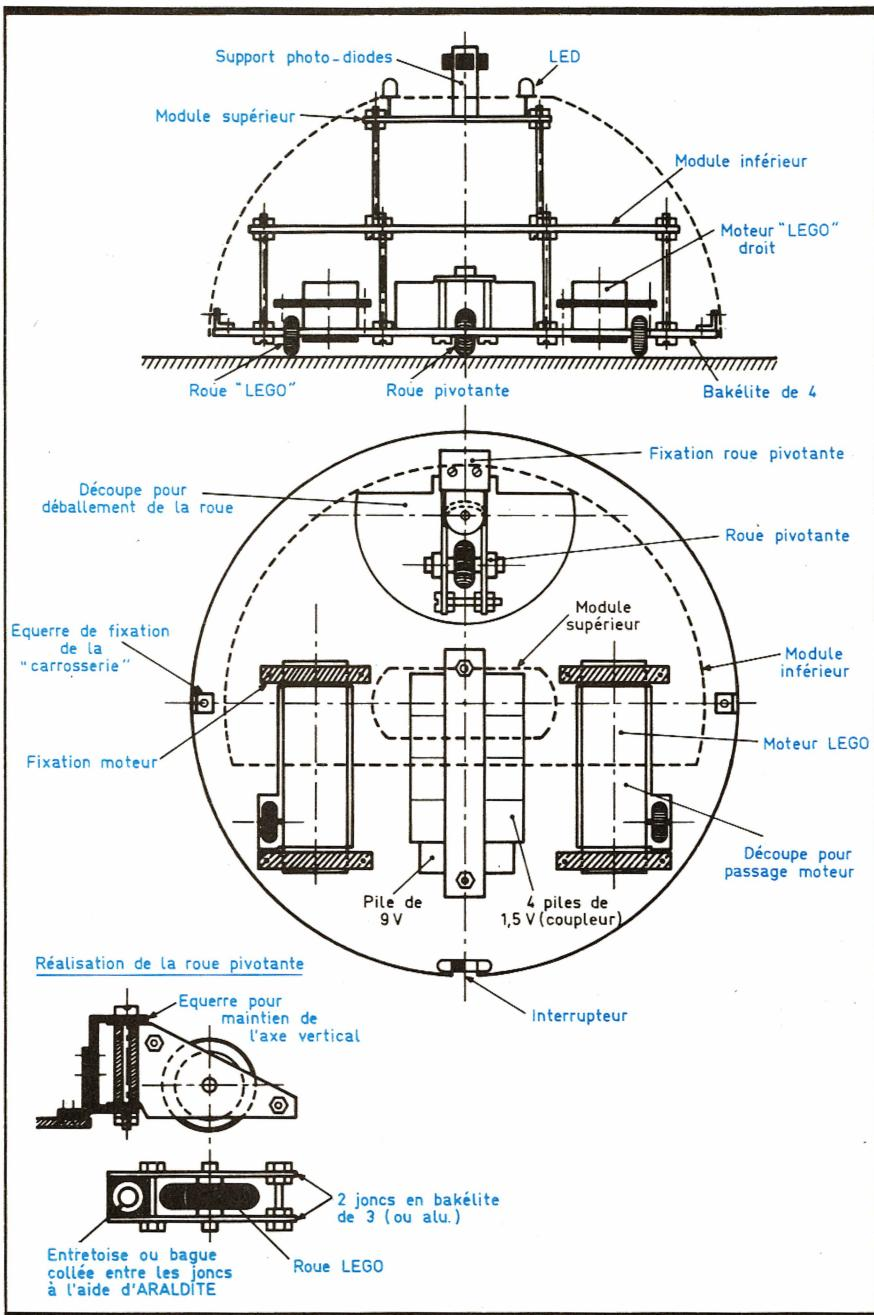

Fig.11 Schéma général de montage du véhicule.
d) **Montage du récepteur mobile (fig. 11)**
vant un axe vertical, a également été réalisée à partir d'une roue Lego suivant les indications de la **figure 11**. Sur la partie arrière du disque a également été fixé le boîtier-coupleur de quatre piles de 1,5 V ainsi que la pile de 9 V. Un dispositif simple constitué d'un tasseau amovible permet de retirer la pile et le coupleur en vue du remplacement des piles.
Le module inférieur est fixé pardessus les moteurs et les piles, au moyen de quatre vis de 4 mm et d'écrous formant entretoises réglables ainsi que le montre la **figure 11**. Le module supérieur prend appui sur le module inférieur également par le moyen de deux vis de 4 mm de diamètre ; les liaisons entre les deux mobiles étant réalisées à l'aide de fils isolés en nappe. Le support des quatre photodiodes ainsi que les quatre LED de signalisation auront leur hauteur réglée de façon à être bien visibles de l'extérieur de la carrosserie. Enfin, et en partant des picots du module inférieur il y a lieu de réaliser les diverses liaisons vers les moteurs de traction, vers l'interrupteur double et vers les sources d'énergie. Bien entendu, à ce niveau il convient également d'apporter un soin très particulier au respect des polarités.